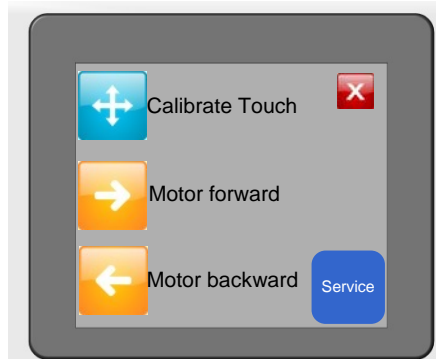
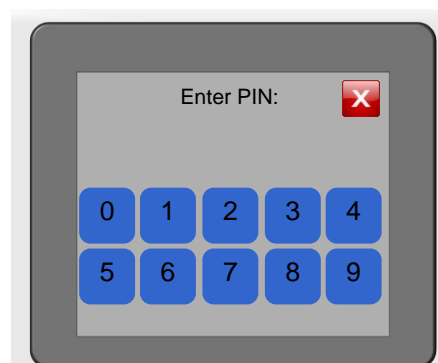

Abb. 9.08
Abb. 9.09
Durch Drücken des Symbols  gelangt man in das Einrichtmenü (Abb. 9.08)
Um das Einrichtmenü zu verlassen, drücken Sie das Symbol  (Abb. 9.08)
- Drücken Sie das Symbol  um das Display zu kalibrieren (Abb. 9.08)
- Drücken Sie das Symbol  um den Motor schrittweise/langsam vorwärts laufen zu lassen (Abb. 9.08).
- Drücken Sie das Symbol  um den Motor schrittweise/langsam rückwärts laufen zu lassen (Abb. 9.08)
Der Service Button  (Abb. 9.08) ist nur für den Hersteller der elektrischen Crimpmaschine CS 300 (Best.-Nr. 63816-1500) zugänglich und durch einen PIN geschützt (Abb. 9.09). Dieses Menü beinhaltet Einstellungen, welche nur für den Einbau und Justage der Steuerung bestimmt sind.